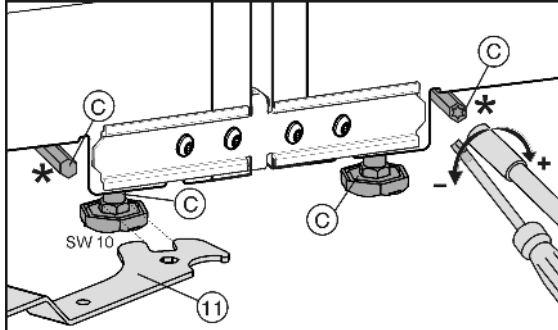

Fig. 8
Les pieds de réglage avant peuvent être réajustés avec la clé à fourche Fig. 8 (11) fournie; les pieds de réglage arrières avec un tournevis Torx® 25.